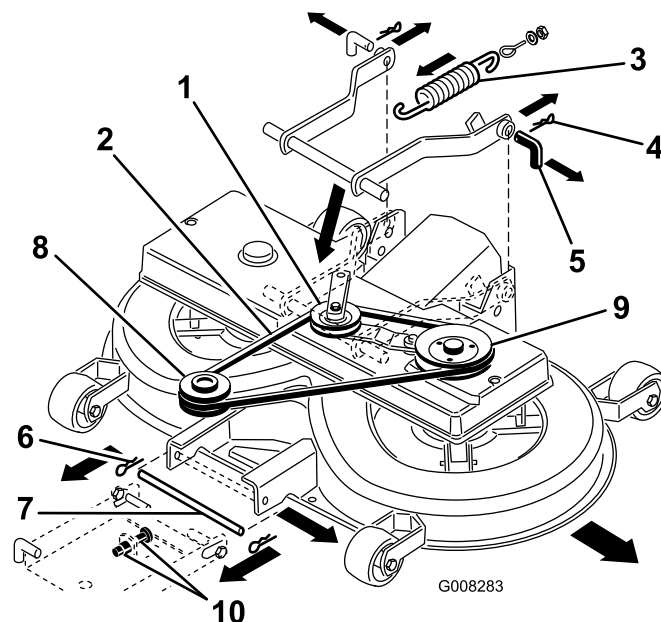

Figura 39
2. Togliete la puleggia con cinghia trapezoidale e il braccio di rinvio (Figura 39).
8. Tirate dentro il braccio di rinvio e togliete la cinghia trapezoidale dalla puleggia (Figura 39).
9. Scollegate la molla dalla leva d'innesto (Figura 39).
11. Togliete i fermagli a forcina dai due perni posteriori e togliete i perni (Figura 39).
12. Togliete il fermaglio a forcina dal perno anteriore e togliete il perno (Figura 39).
13. Togliete la cinghia trapezoidale dalla puleggia del motore (Figura 39).
7. Spostate il perno inferiore della sospensione di regolazione anteriore nella posizione inferiore dei fori scanalati, regolando i due dadi M12 sulla sospensione anteriore (Figura 39).